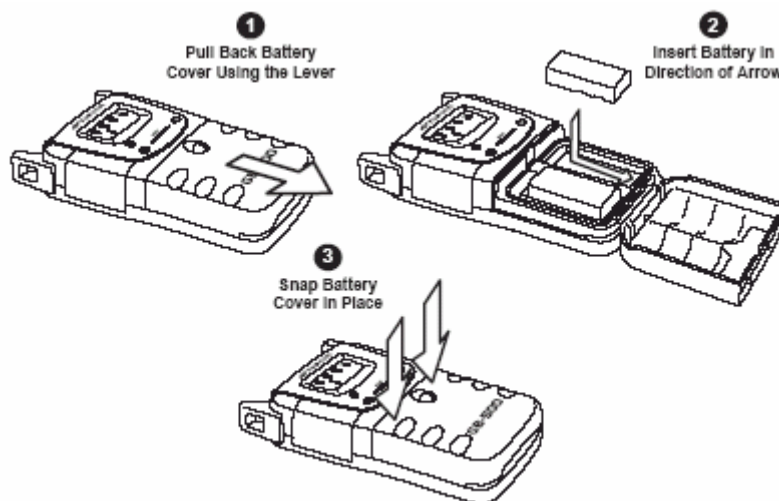

Figura 2-1. Introducción de las baterías recargables BT-60Q
La Figura 2-1 ilustra los pasos uno a tres para introducir las baterías BT-60Q.
2. Introduzca las baterías deslizándolas en la dirección de la flecha que se muestra en la Figura 2-1.